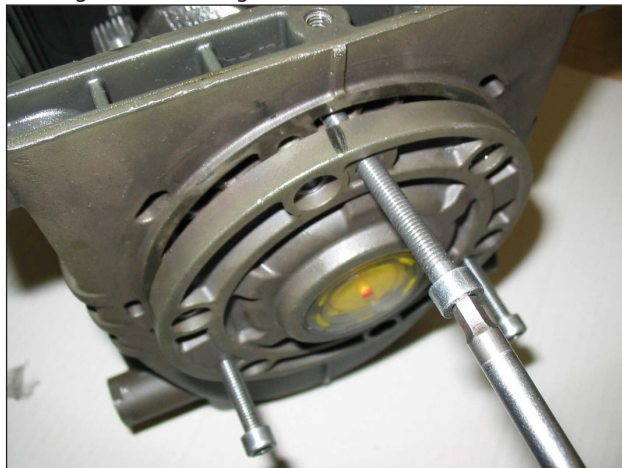

Abb. 3
- die seitlichen Deckel anhand von 3 Schrauben M6x50 mit Vollgewinde als Abzieher, die in die Gewindebohrungen eingeführt werden gemäß Abb. 3.